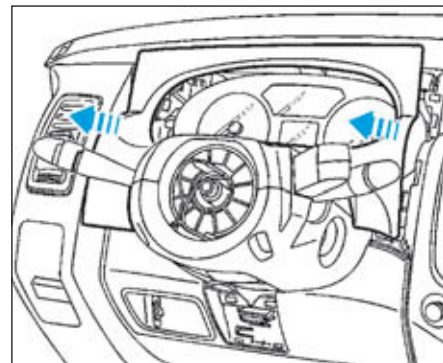

FIG.5
- Déposer la visière du combiné d'instruments (Fig.5).